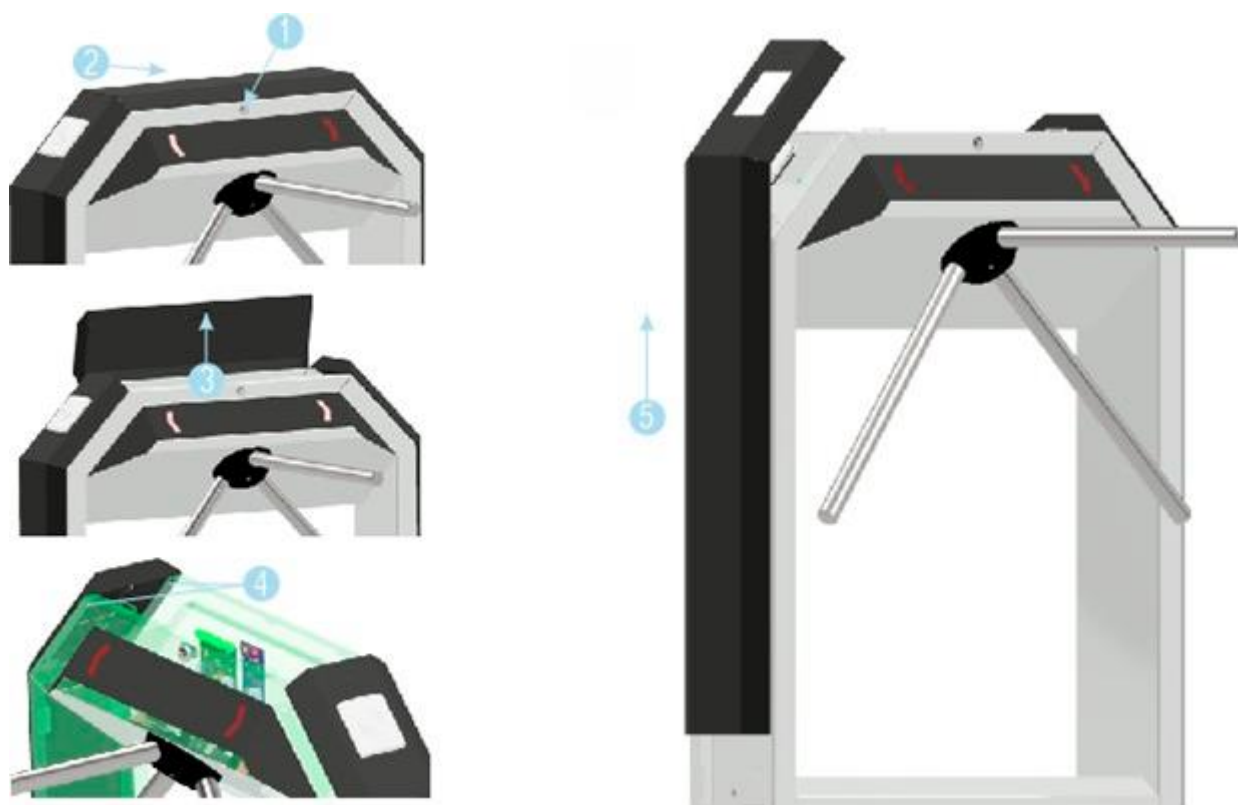

Рисунок 7.4.2 - Разборка кожухов турникета «ТТМ-01»
1. Получить доступ к монтажному основанию и контроллеру управления турникетом, для этого необходимо выполнить следующие действия (см. рисунок 7.4.2):